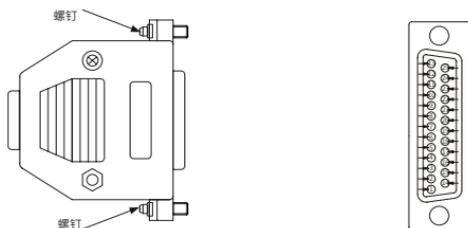

图 4-4 编码器线 DB25 连接器插头
- 2) 将图 4-4 中编码器线缆上 DB25 连接器插头插入控制柜前面板 DB25 信号插座，然后用螺丝刀锁紧 DB 插头上的固定螺钉，推荐力矩为：0.55N·m。